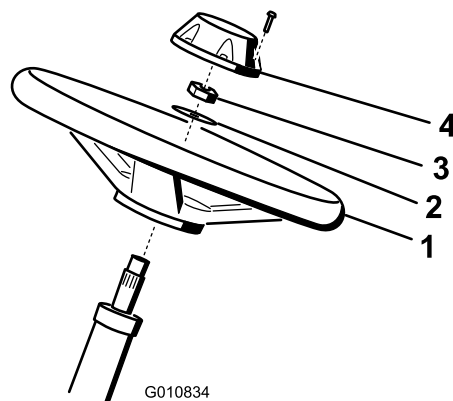

Рисунок 3
1. Наденьте рулевое колесо на рулевой вал (Рисунок 3).
2. Наденьте шайбу на рулевой вал (Рисунок 3).
3. Закрепите рулевое колесо на валу (Рисунок 3) зажимной гайкой и затяните ее с моментом 27–35 Н·м.
4. Установите крышку рулевого колеса и закрепите ее винтом (Рисунок 3).